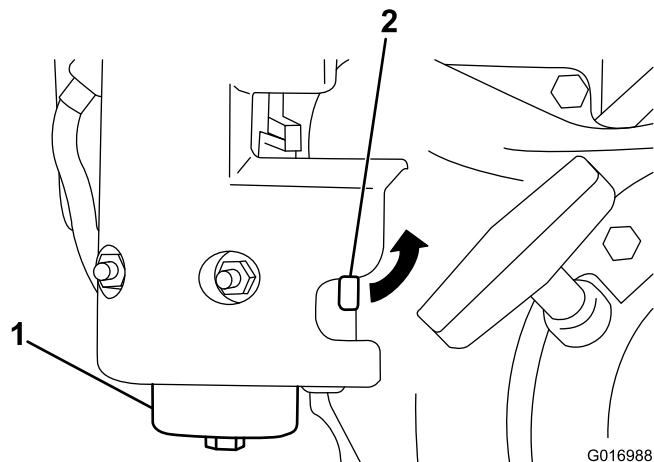

Figura 32
1. Chiudete la valvola d'intercettazione del carburante e svitate il pozzetto dal corpo del filtro (Figura 32).